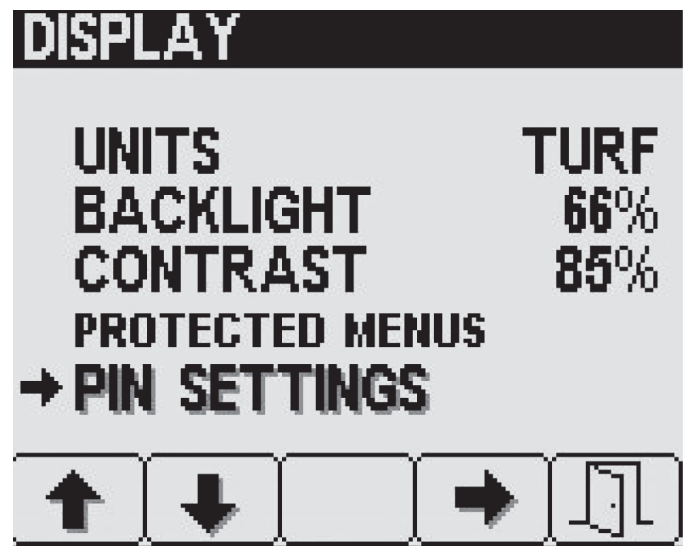

Figura 23
- Pulse el botón 1 o el botón 2 de PANTALLA para desplazarse a la opción AJUSTES DEL PIN (Figura 23).
- Pulse el botón 4 para seleccionar el submenú AJUSTES DEL PIN (Figura 23).